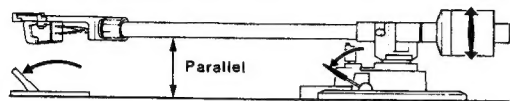

Fig. 7
3. Tournez le contrepoids principal soit vers la gauche, soit vers la droite jusqu'à ce que le bras soit parfaitement en équilibre en position horizontale (Fig. 7).
3. Ausgleichsgewicht so lange im oder entgegengesetzt dem Uhrzeigersinn drehen, bis der Tonarm in der Horizontalen genau ausbalanciert ist (Fig. 7).
3. Draai het contragewicht naar rechts of naar links tot de toonarm volkomen horizontaal in evenwicht staat (Fig. 7).
3. Vrid motvikten endera till höger eller vänster så att tonarmen balanserar helt horisontellt (Fig. 7).